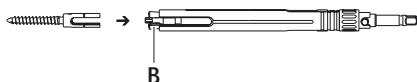

Fig. 4
- Inserire le viti transpeduncolari all'estremità di lavoro nella boccola di serraggio B, vedere Fig. 4.